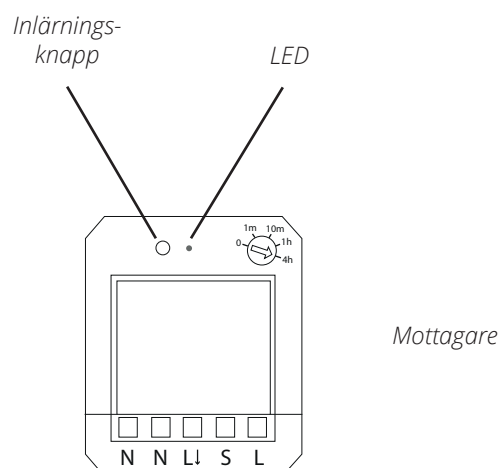

Fig. 17
- Tryck in inlärningsknappen ca. 1 sek. Långsamt blinkande LED indikerar inlärningsläge (se Fig. 17).
- LED på mottagaren blinkar snabbt för att indikera att inläringen har genomförts (se Fig. 17).
- LED blinkar långsamt för att indikera inlärningsläge (se Fig. 17)
- LED blinkar snabbt för att indikera att raderingen har genomförts (se Fig. 17).
- LED blinkar långsamt i ca. 3 sek (se Fig. 17)
- Släpp upp inlärningsknappen och gör sedan ett kort tryck igen. Nu är alla minnesplatser raderade. (se Fig. 17).
Inlärningsläget avbryts automatiskt efter 1 min oberoende av om några inläringar har gjorts. LED slocknar (se Fig. 17).
Inlärningsläget avbryts genom kort tryck på inlärningsknappen (<1sek). LED slocknar (se Fig. 17).